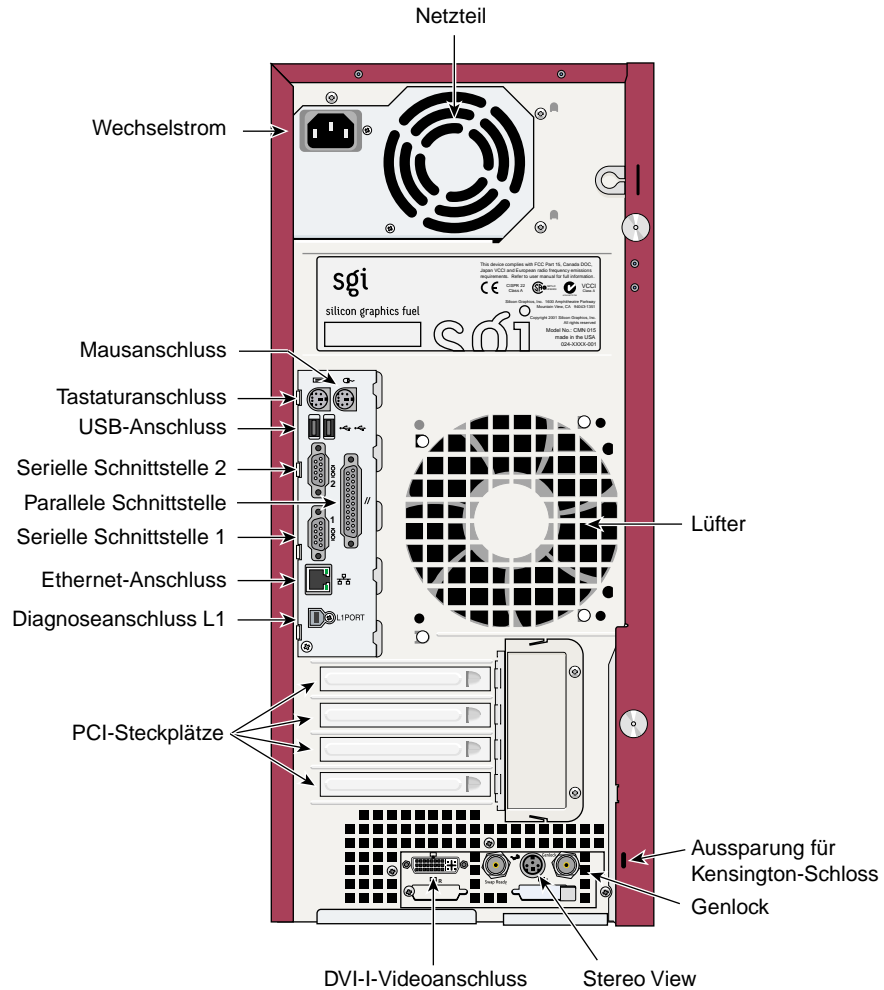

Abbildung 1-4 Rückseite der Workstation
- Abbildung 1-4 stellt die Rückseite der Workstation dar.